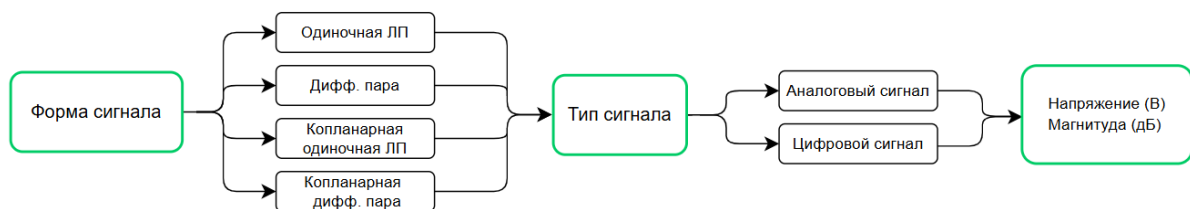

Рис. 93 Расчет «Форма сигнала»
1. Расчет «Форма сигнала» доступен для всех типов линий передачи в SimPCB Lite и позволяет вычислить и наглядно представить в графическом виде форму аналогового и цифрового сигнала после прохождения через линию передачи, см. Рис. 93.